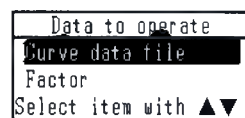

Рис. 13.7 Экран выбора данных
- 2 Появится экран для выбора данных (Рис. 13.7). Выберите пункт [Curve data file] при проведении арифметических операций с ранее сохраненными файлами данных. Выберите пункт [Factor], при выполнении четырех арифметических действий с коэффициентом. Передвигайте курсор с помощью клавиш **▲** **▼** и подтвердите выбор клавишей **ENTER**